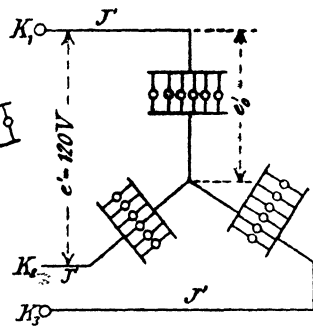

Fig. 163.
- die Spannung der Lampen bei Sternschaltung (Fig. 163).